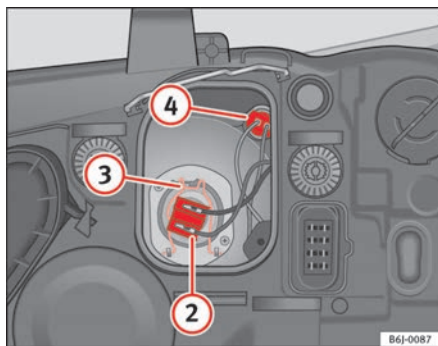

Fig. 147 Luci di posizione
- Estrarre il connettore ⇒ fig. 147 **2** dalla lampada.
- Sganciare la molla di ritegno ⇒ fig. 147 **3** premendo verso l'interno e a destra.